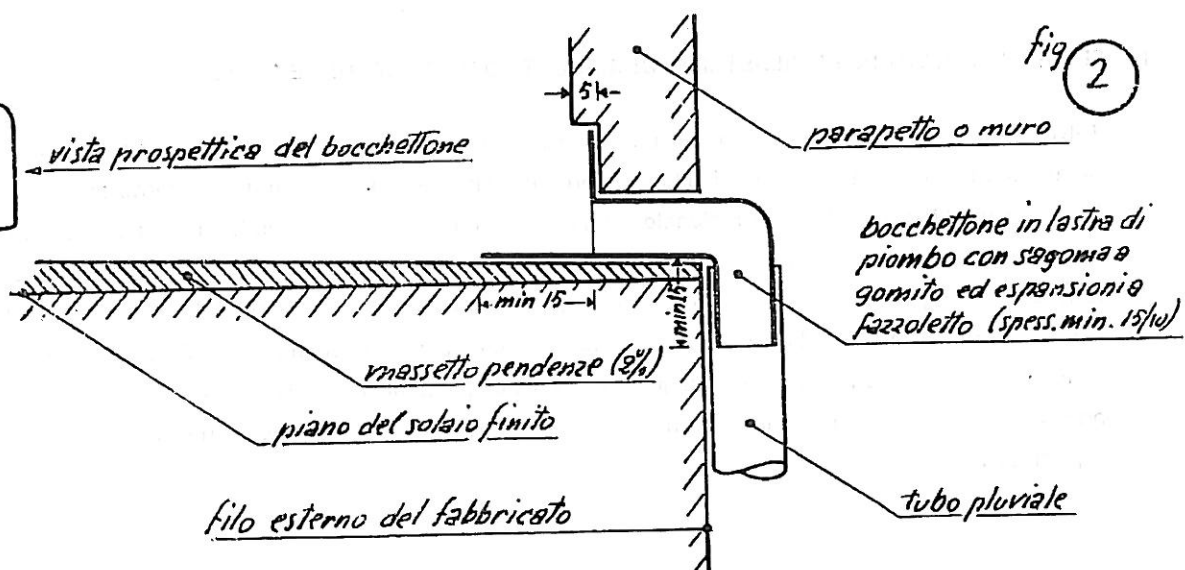

fig. 2
- b) con « prese » sui parapetti (Fig. 2).